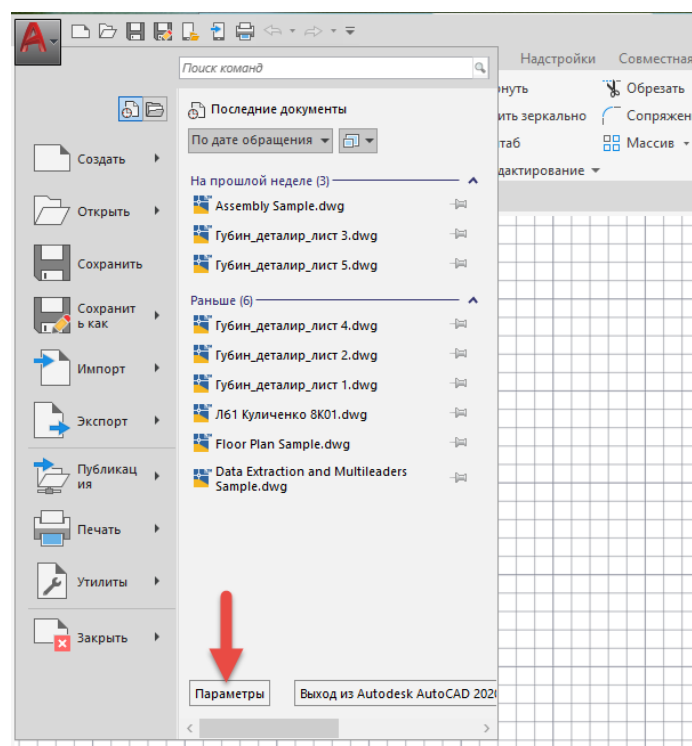

Рис. 1.4. Настройка AutoCAD
**Изменить цвет** графической зоны (цвет экрана) можно в общих настройках AutoCAD, которые собраны в специальном диалоговом окне **Параметры (Options)**. Вызвать диалоговое окно **Параметры** можно при помощи мыши, нажав кнопку , затем **Параметры** (рис. 1.4).